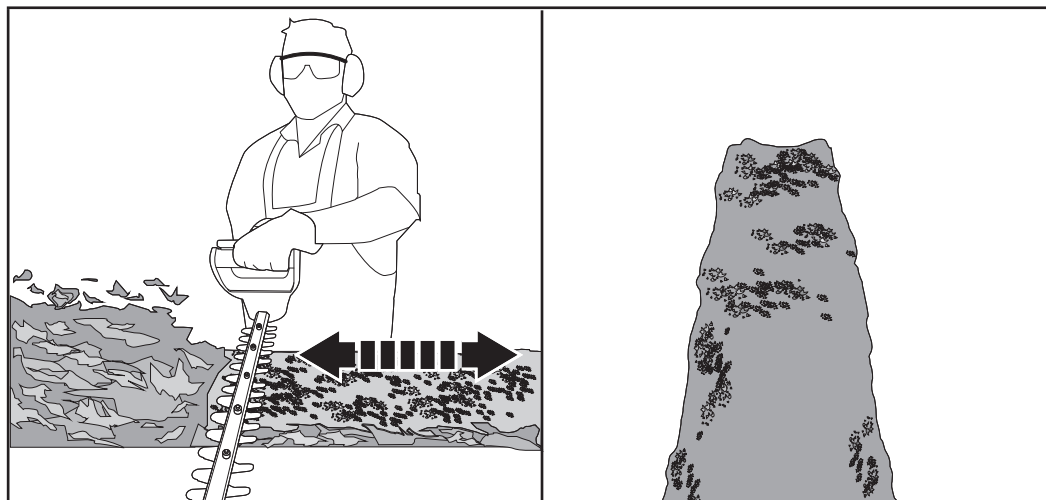

Fig. 7
- Si la zona de corte es especialmente larga (Fig. 7), corte en varias etapas para obtener un resultado mejor en lugar de intentar cortarlo todo de una sola pasada. Es más fácil crear compostaje con recortes más pequeños.
- Los setos deben recortarse en forma trapezoidal (Fig. 7). El corte trapezoidal coincide con el crecimiento natural de las plantas y optimiza el crecimiento del seto, ya que recibe más luz en la parte inferior.